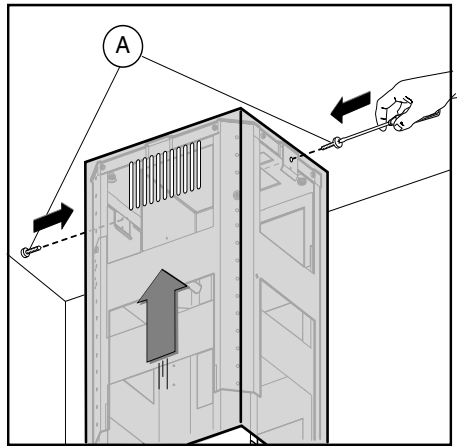

Fig.10
- Prendere il camino superiore e fissarlo alla struttura mediante le 2 viti **A** (Fig.10).